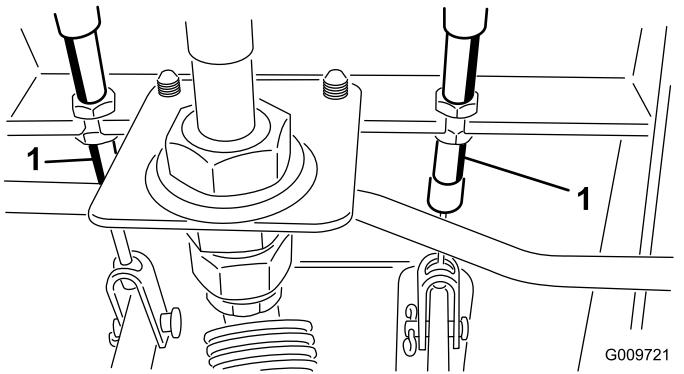

Figura 112
- A. Afloje la tuerca delantera del extremo roscado del cable de freno (Figura 112).